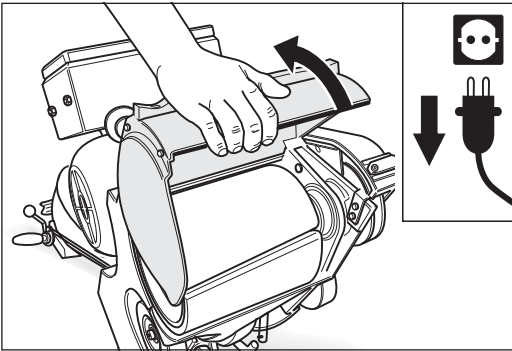

Abb. 74 Den Netzstecker aus der Steckdose ziehen und den Walzendeckel nach oben klappen.
- 4 Klappen Sie den Walzendeckel an der Vorderseite des Maschinengehäuses nach oben (Abb. 74).